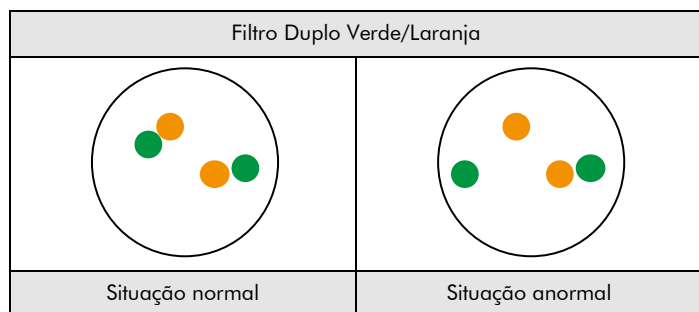

Fig. 2: Resultados esperados em núcleos normais e anormais
**Situação normal:** Em interfases de células normais ou em células sem translocação envolvendo a região do gene CIC, são visíveis dois sinais de fusão verde/laranja (ver Fig. 2).
**Situação anormal:** Uma região do gene CIC afectada por uma translocação é indicada por um sinal verde e laranja separados (ver Fig. 2).